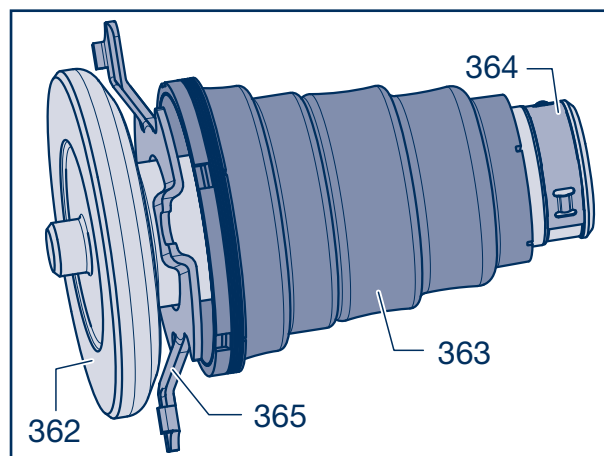

Fig. 11
- [10] Vormontierte Druckstücke (362) mit Grobschmutzdichtung (365), Faltenbalg (363) und Halteklammer (364) auf Vollständigkeit prüfen und zur Montage, wie in Fig. 11 zu sehen, vorbereiten.
[10] Verify whether the pre-assembled tappets (362) with dirt seal (365), bellow (363) and retaining clip (364) are complete and prepare them for assembly like shown on fig. 11.
[10] Vérifier que les pièces de pression (362) pré-montées sont bien complètes avec le joint anti-salissures (365), le soufflet (363) et le clip de retenue (364) et prêtes au montage comme sur la Fig. 11.